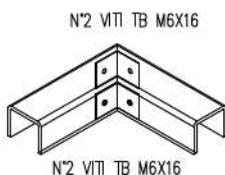

Fig. 16
- N. 2 angolari inox di dimensioni 40x40x40 sp. 1.2 da inserire all'interno del corrimano e fissati con 4 viti M6x16 a testa bombata (Fig. 16)